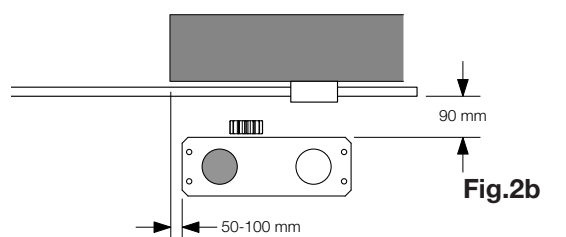

Fig.2b
- Fig. 2b installation avec moteur à droite